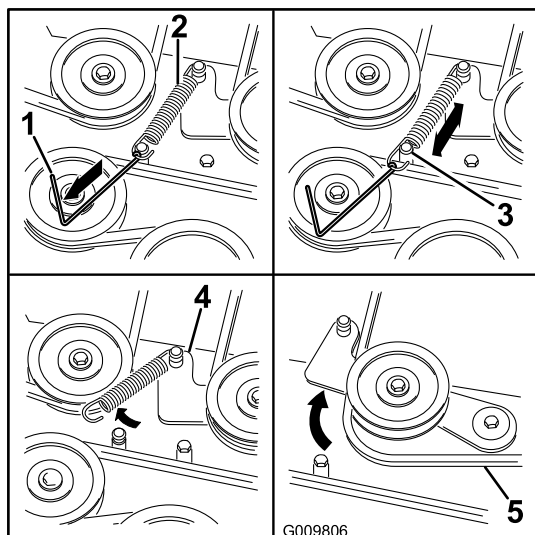

Figura 63
6. Usando una herramienta para la retirada de muelles (Pieza Toro N° 92-5771), retire el muelle tensor del espárrago de la carcasa para eliminar la tensión de la polea tensora (Figura 63).
1. Pase la correa nueva alrededor de las poleas del cortacésped y de la polea del embrague, debajo del motor (Figura 63).
2. Usando una herramienta para la retirada de muelles (Pieza Toro N° 92-5771), instale el muelle tensor sobre el gancho de la carcasa y tense la polea tensora y la correa (Figura 63).